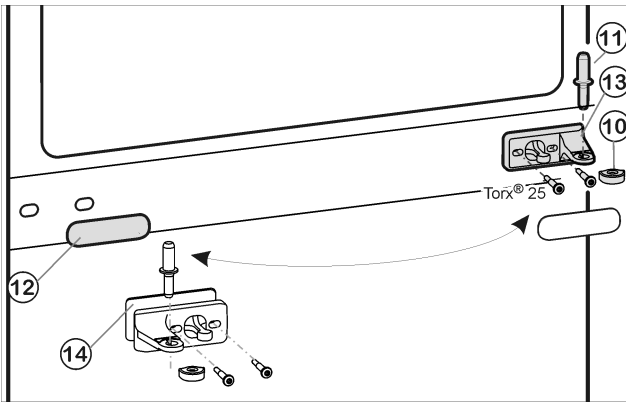
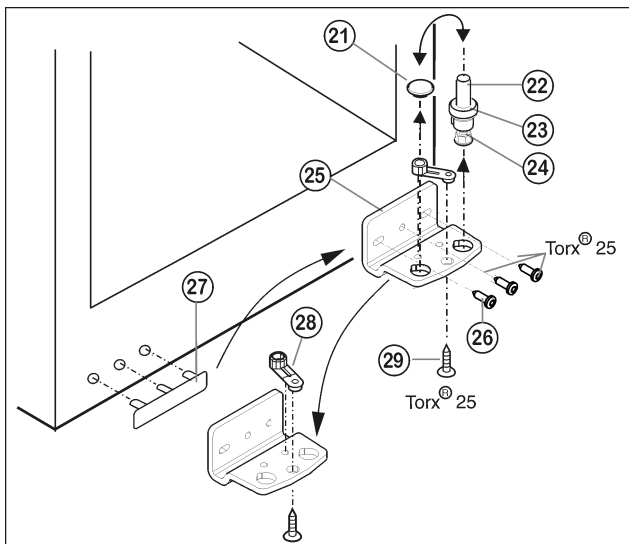

Fig. 6
Fig. 7
- ▶ Extraiga el perno de cojinete intermedio Fig. 6 (11) del soporte de cojinete y de la puerta inferior.
- ▶ Retire la tapa de plástico Fig. 6 (10).
- ▶ Desatornille el soporte de cojinete intermedio Fig. 6 (13) (2 Torx® 25).
- ▶ Extraiga con cuidado el panel de protección Fig. 6 (12).
- ▶ Atornille el soporte de cojinete intermedio Fig. 6 (13) con la base Fig. 6 (14) en el nuevo lado de la bisagra girándolo 180° (con 4 Nm) para fijarlo.
- ▶ Vuelva a encajar el panel de protección Fig. 6 (12) girándolo 180° en el nuevo lado del tirador.
- ▶ Extraiga hacia arriba el perno de cojinete Fig. 7 (22) completo, con la arandela Fig. 7 (23) y la pata de ajuste Fig. 7 (24).
- ▶ Desmonte el tapón Fig. 7 (21).
- ▶ Desatornille Fig. 7 (26) el soporte de cojinete.
- ▶ Desatornille Fig. 7 (29) la pieza de cojinete y cámbiela al orificio de alojamiento opuesto del soporte de cojinete, volviéndola a atornillar.
- ▶ Desmonte la cubierta en el lado del tirador Fig. 7 (27) con cuidado y cámbiela al lado opuesto.
- ▶ Vuelva a atornillar el soporte de cojinete Fig. 7 (25) en el nuevo lado de la bisagra (con 4 Nm) para fijarlo; dado el caso, utilice un destornillador de batería.
- ▶ Vuelva a colocar el tapón Fig. 7 (21) en el otro agujero.
- ▶ Vuelva a colocar el perno de cojinete Fig. 7 (22) completo, con la arandela y la pata de ajuste. Preste atención a que el saliente de retención esté orientado hacia detrás.
- ▶ Coloque la puerta inferior desde arriba sobre el perno de cojinete inferior Fig. 7 (22).
- ▶ Vuelva a colocar la tapa de plástico *Fig. 6 (10)* en el soporte de cojinete intermedio *Fig. 6 (13)*.
- ▶ Inserte en la puerta inferior el perno de cojinete intermedio *Fig. 6 (11)* en el nuevo lado de la bisagra a través del soporte de cojinete intermedio *Fig. 6 (13)*.
- ▶ Coloque la puerta superior sobre el perno de cojinete intermedio *Fig. 6 (11)*.
- ▶ Dado el caso, alinee las puertas a través de los dos agujeros oblongos en el soporte de cojinete inferior *Fig. 7 (25)* y el soporte de cojinete intermedio *Fig. 6 (13)* a ras de la carcasa del aparato. Para ello, desenrosque el tornillo intermedio del soporte de cojinete inferior *Fig. 7 (25)*.